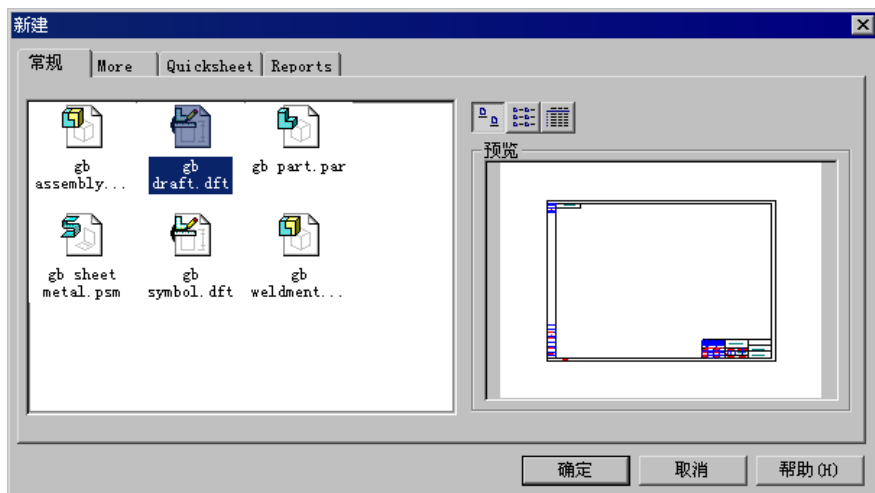
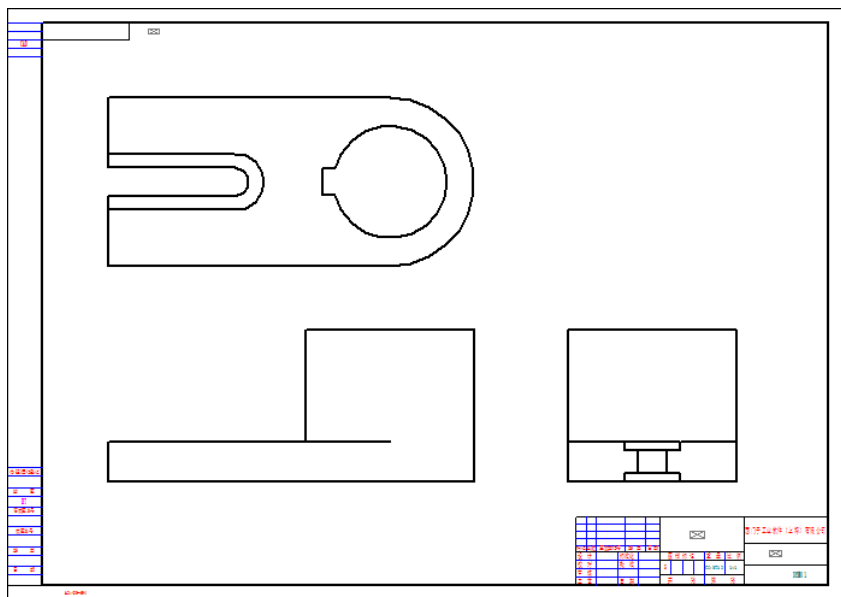

图 2.1.2 “新建”对话框
图 2.1.4 创建的图纸
启动 SolidEdge 软件后，在欢迎界面中单击“新建”按钮，系统弹出图 2.1.2 所示“新建”对话框，在对话框中选择工程图模板，单击按钮，也可进入工程图环境。
- 在“创建图纸”对话框中，单击按钮，此时系统弹出类似于图 2.1.2 所示“新建”对话框，用户可以选取合适的制图模板并单击按钮。
- 选中 ☒ 运行图纸视图创建向导(R) 复选框，系统将会以向导的方式一步步引导用户进行图纸的创作，详细内容参见后面章节的内容。
Step3. 在“创建图纸”对话框中采用默认模板，取消选中 ☐ 运行图纸视图创建向导(R) 复选框，单击按钮，进入工程图环境，此时图纸页显示如图 2.1.4 所示。